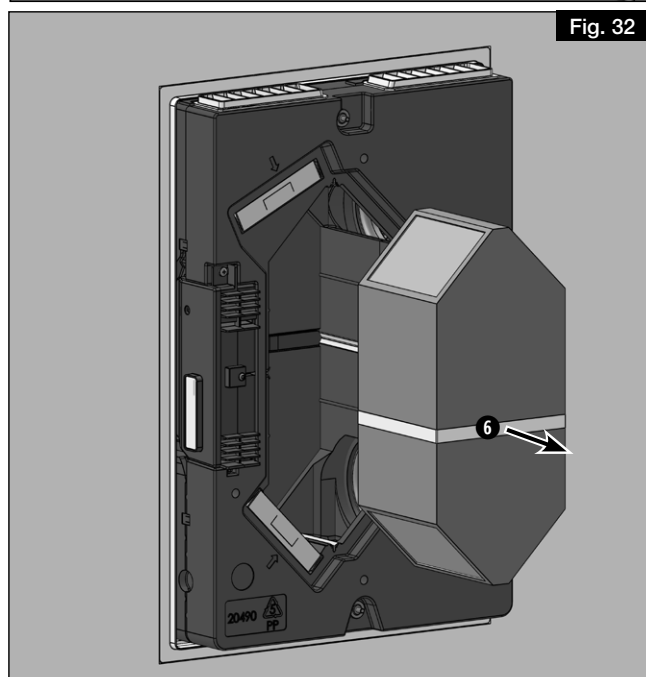

Fig. 32
2. Sortir avec précaution l'échangeur thermique de l'appareil par la bande de maintien ❻ (voir Fig. 32).